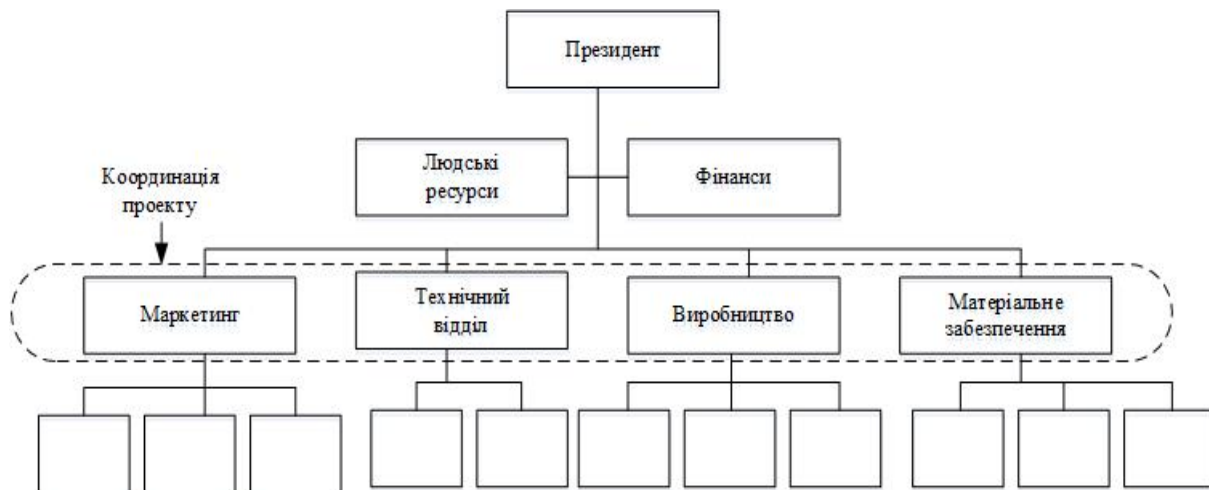

Рис. 4.1 Функціональна організація
- функціональна організація (рис.4.1);